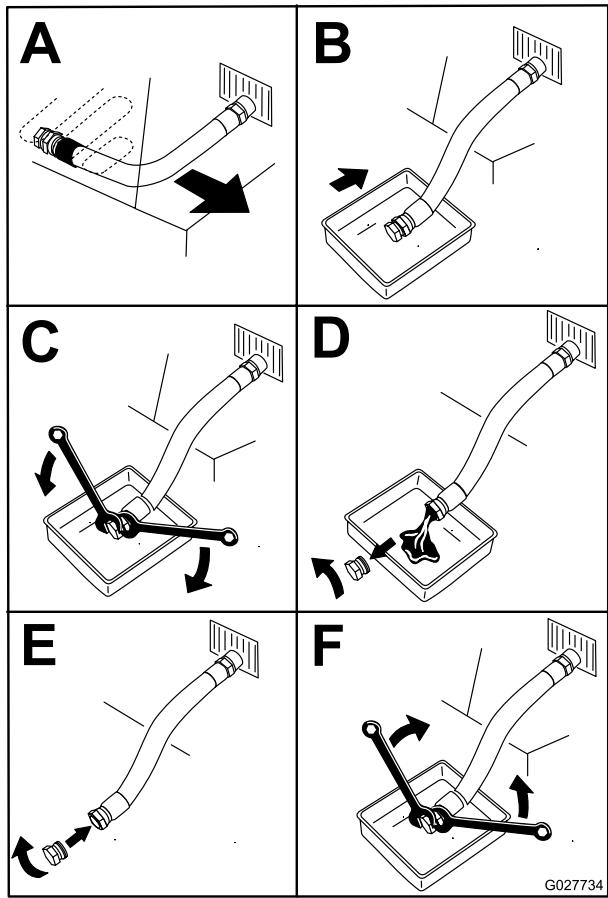

Figura 52
- Pare el motor, retire la llave y espere a que se detengan todas las piezas en movimiento antes de abandonar el puesto del operador (Figura 52).